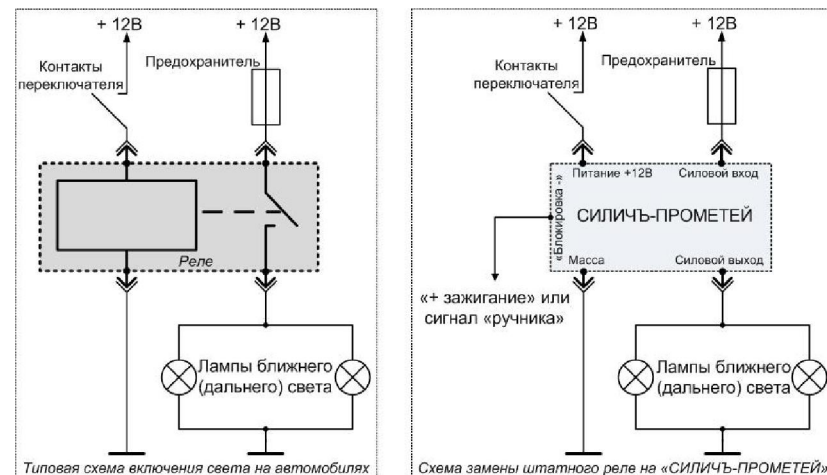

Рисунок 2 – Типовая схема подключения устройства плавного включения фар «СИЛИЧЬ-ПРОМЕТЕЙ» для штатной схемы с коммутацией ламп на «+12В».
6.2.5 **Провод «Блокировка – »** подключается в соответствии с рекомендованной схемой (см. рисунок 2 или 3) к любой цепи, на которой появляется напряжение +12В после включения зажигания, или концевому выключателю сигнальной лампы «ручника» в салоне. Место соединения проводов необходимо заизолировать.